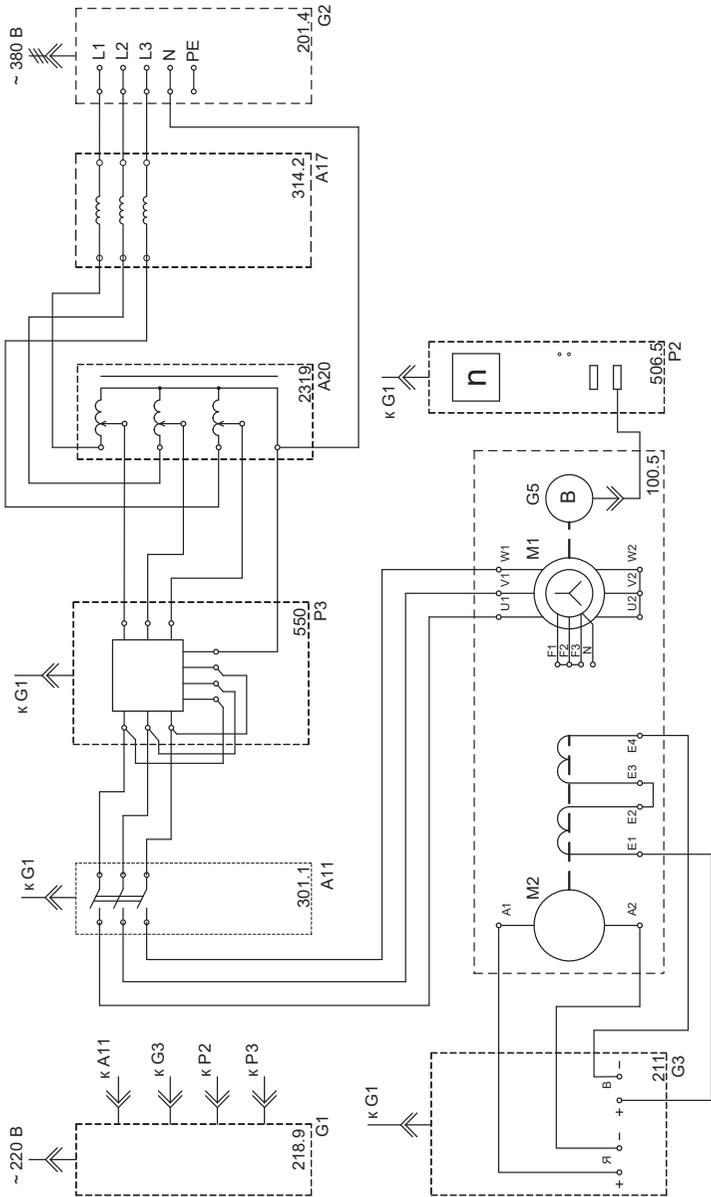

Рис. 4.3
- Соедините аппаратуру в соответствии с электрической схемой, приведенной на рис. 4.3.